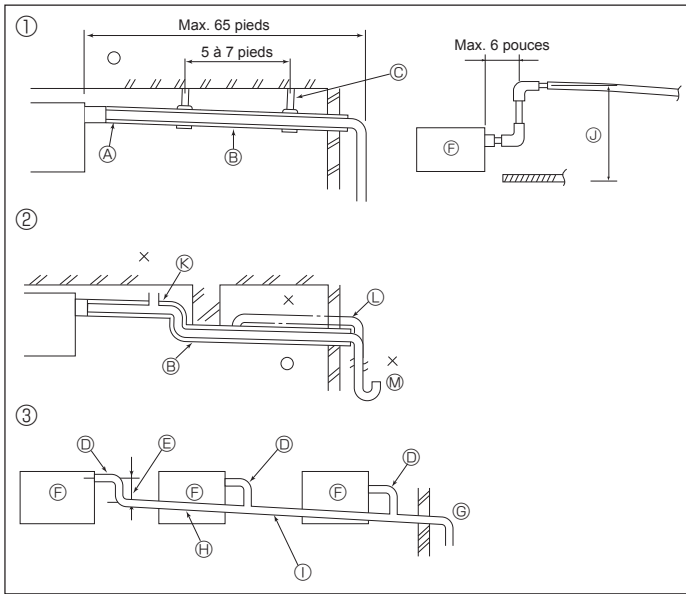

Fig. 4-1
4.1. Mise en place du tuyau d'écoulement (Fig. 4-1)
- ① Tuyautage correct
② Tuyautage erroné
③ Mise en place groupée des tuyaux